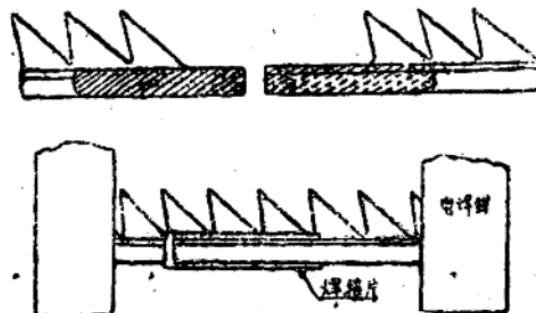

图 8
(1) 将需要焊接的锯条两端剪成(图8)一端剪去一齿，另一端剪去二齿，并锉成斜面，斜面的方向应与侧压刀顺向。
(2) 将锯条夹在夹钳内，齿形对齐，底部平直，两端锯条靠紧。
(3) 剪焊接片(图8)放置于接头间，在接头上撒上硼砂。
(4) 通电流，并扭动电把，使电流逐步加大至40安培，观察接头逐步由红转为最亮时，即表示锯条已开始熔接，此时用手钳将接头夹紧一下，即行放开（注意当锯条发亮不可过久，否则将使锯条熔毁），夹后接头再转红亮后，便逐渐将电流降低（约需30秒左右），如降低过快，接头发脆。
(5) 为了防止接头发脆，可再将电流增加至30安培，待锯条略呈暗红色，再逐渐降低电流，这样使接头退火，避免发脆。
(6) 取下锯条，锉修接头，使高度与厚度均合乎规定，并查接头不应有开焊裂缝等不良现象。